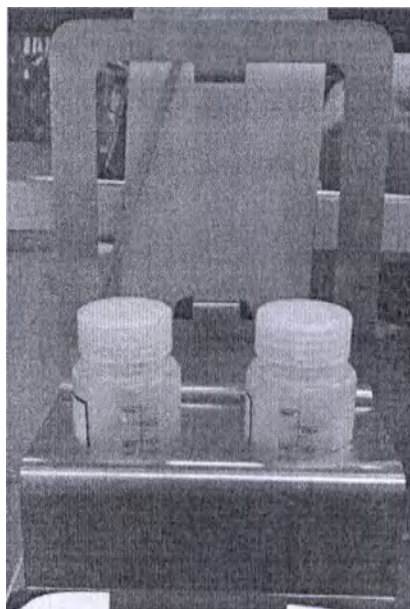

Рис. 18 Внешний вид станции для повторной обработки
5.3.1 Станция для повторной обработки (рис. 18) представляет собой удерживающее приспособление для размещения в ней двух бутылок для повторной обработки с дезинфицирующими средствами наконечника.